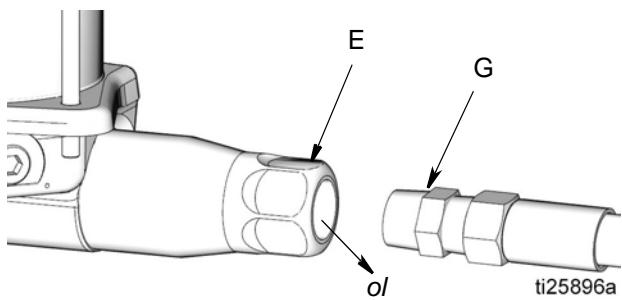

图 5
2. 断开润滑剂供应管路 (G) 与泵出口 (E) ( 图 5 ) 的连接。
5. 运行泵数个冲程，直至机油 ( ol )，无空气，从泵出口 ( E ) 处出来 ( 图 5 )。